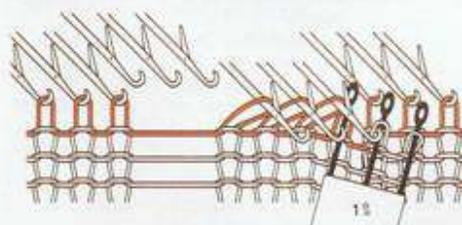

Fig. 85
3) Déplacer le 2^e poinçon de 3 mailles vers la droite et déposer les mailles dans les crochets des 3 aiguilles vides. Tirer les aiguilles en D, et enlever le 2^e poinçon. Décrocher le 1^{er} poinçon (fig. 85).